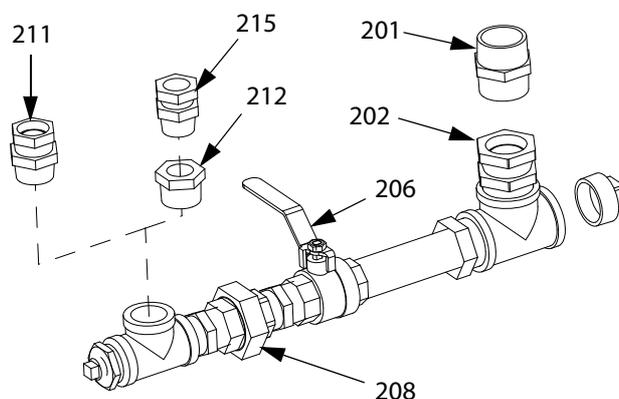

Рис. 29. Блок выпуска жидкости
3. Удалите поворотный фитинг (202). См. Рис. 29.
4. Если перекачивающий насос (H) или рециркуляционный насос (J) монтируется на бункер, выполните указанные ниже инструкции.
5. Удалите болты (107) и шайбы (110) из-под монтажного кронштейна (101).